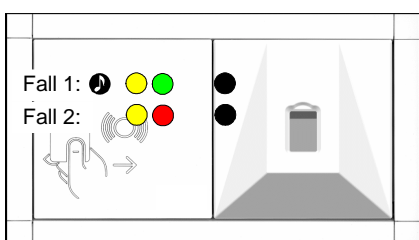

Abbildung 6
- Ertönen des Beeper (Abbildung 6 - Fall 1)
- LED 2.2 leuchtet (Abbildung 6 - Fall 2)